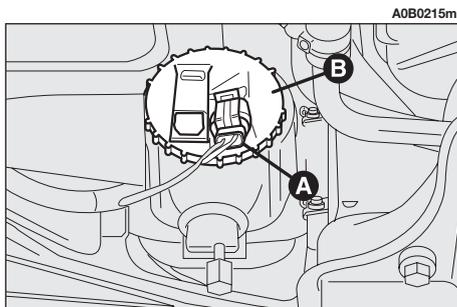

Abb. 33
- Den Steckverbinder (**A, Abb. 33**) der Leuchtgruppe lösen.
- Den Deckel (**B, Abb. 33**) entgegen dem Uhrzeigersinn drehen und entfernen.
– Den Deckel (**B, Abb. 33**) wieder anbringen und den Steckverbinder (**A, Abb. 33**) an die Leuchtgruppe anschließen.